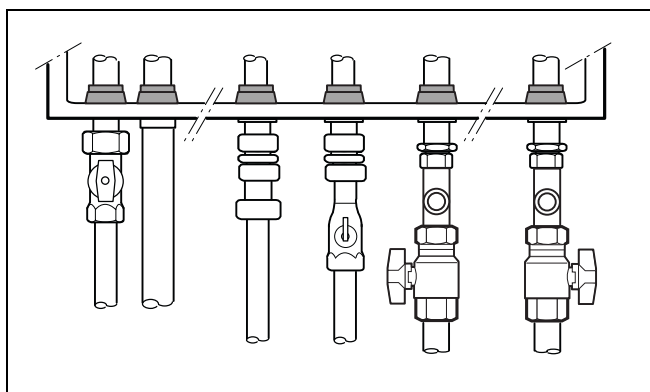

Fig. 44 Verificare visivamente l'eventuale presenza di forme di corrosione
- Verificare la presenza di eventuali forme di corrosione in tutti i tubi conducenti acqua e gas (fig. 44).